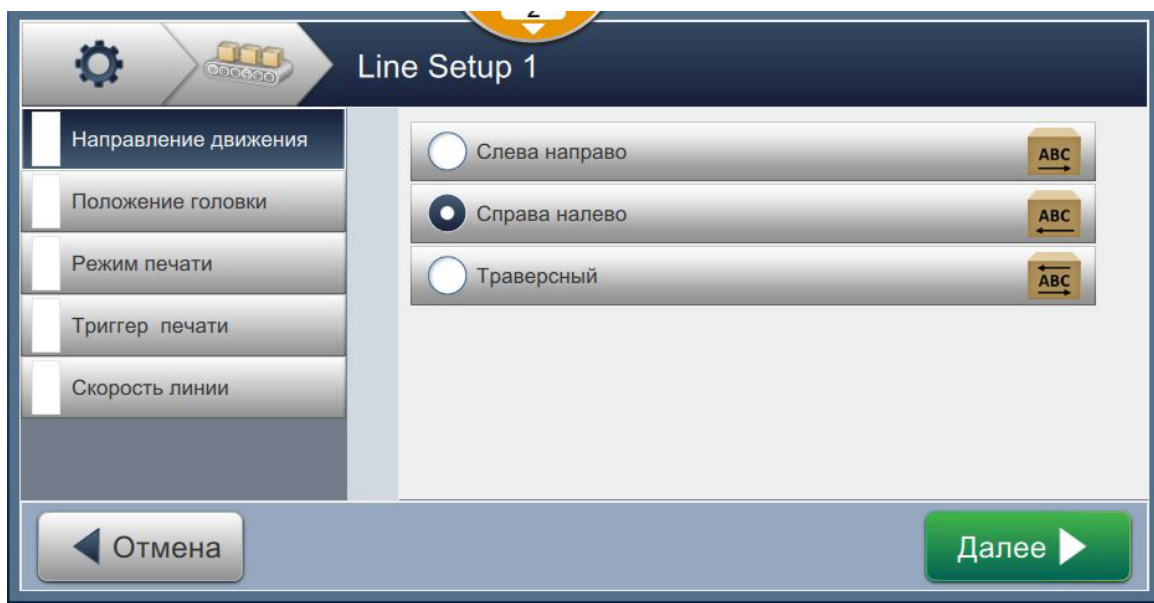

Рис. 6-27: Параметры наладки линии
4. Чтобы настроить наладку линии, выполните инструкции для каждой настройки, выбирая нужные параметры, как показано на Рис. 6-27.
1. Нажмите параметр *Направление продукта* на экране параметров наладки линии, как показано на Рис. 6-27.